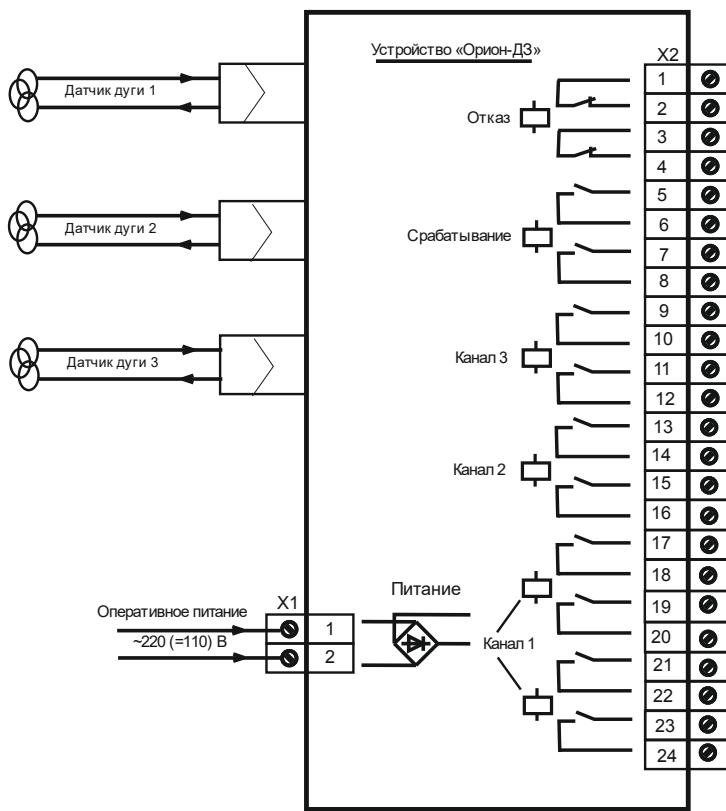

Рис. 13. Схема подключения устройства «Орион-ДЗ»
2.4.5 Электрическая схема подключения приведена на рис. 13.